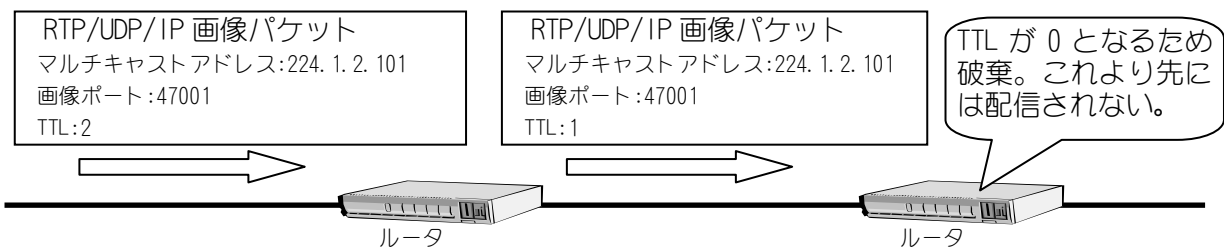

図 9-7 TTL について
- (1) TTL (Time To Live) とはパケットの有効期間を示す値で、図 9-7に示す様にルータ等を経由するたびに値が 1 減算され、TTL 値が 0 になった時点で、ルータ等がパケットを破棄します。
- (2) カメラに設定される TTL 値は、RTP/UDP/IP プロトコルによる画像パケットにのみ適用されます。制御パケット、TCP/IP プロトコルの画像パケットには適用されません。
- (3) ルータを使用してカメラ画像配信を行う場合は、経由するルータの段数に注意して TTL 値を設定してください。